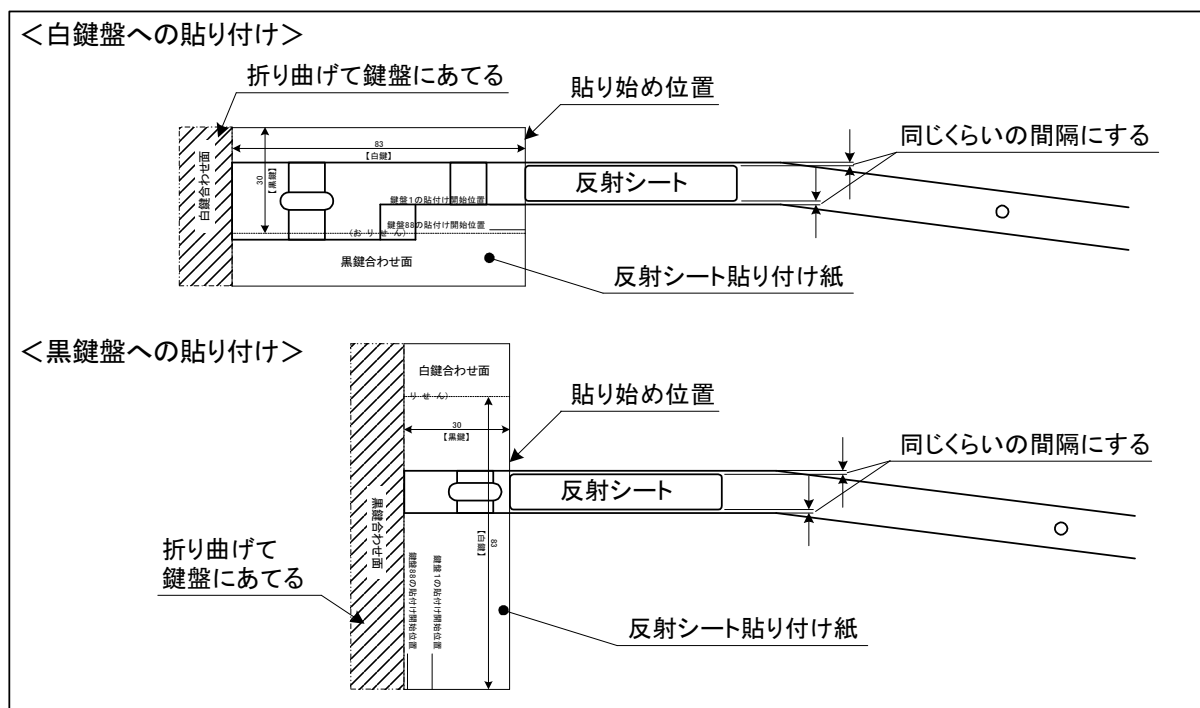
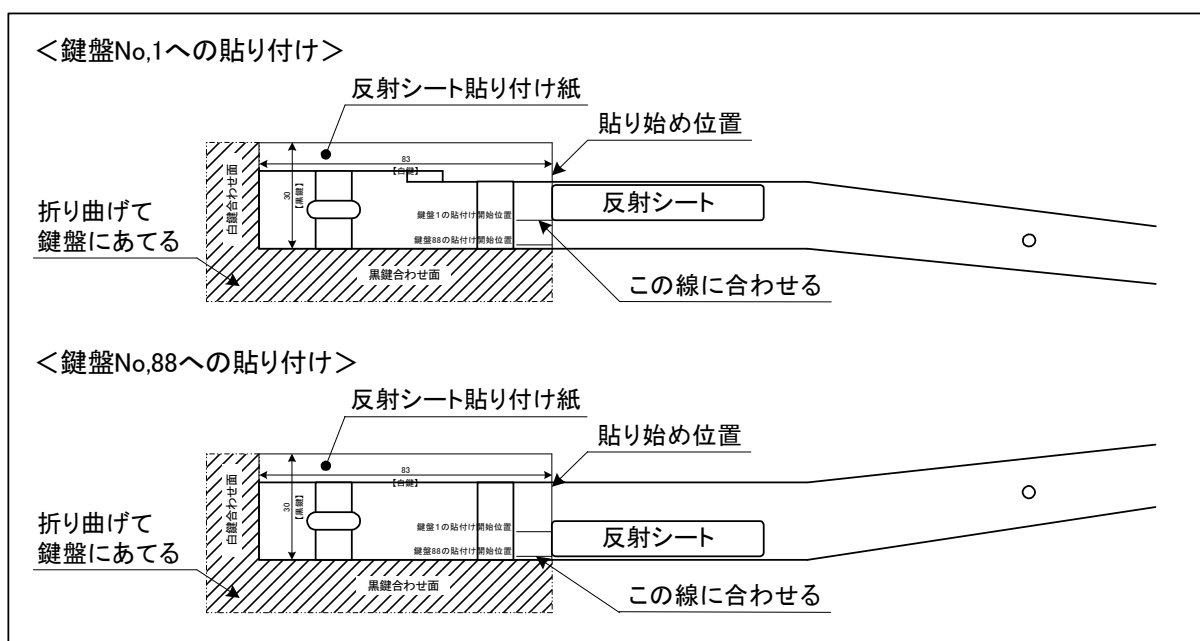

図4.4-7 反射シートの貼り付け
図4.4-8 白鍵No.1とNo.8への貼り付け
- (6) 白鍵盤と黒鍵盤から1本ずつを選び、反射シート貼り付け紙を用いて、反射シートを貼り付ける。反射シート貼り付け紙の白鍵盤は【白鍵合わせ面】、黒鍵盤は【黒鍵合わせ面】をそれぞれに折り曲げ、鍵盤の先端部に当てて、各鍵盤用の間隔を取り貼り付ける。(図4.4-7を参照)尚、鍵盤No.1とNo.88は反射シートを貼る場所の幅が広がっているので、図4.4-8の様に、反射シート貼り付け紙の【白鍵合わせ面】と【黒鍵合わせ面】の両面を折り曲げ、鍵盤の先端部と側面部の両面に当てて、鍵盤先端からと側面の両方向から間隔を取って貼り付ける。
- (7) 反射シートを貼り付けた鍵盤をピアノに取り付け、鍵盤センサーのセンサーと反射シートの位置関係を確認する。反射シートの下にセンサーがある場合は、図4.4-7と図4.4-8の要領で全ての鍵盤に反射シートを貼り付ける。もし、センサーが外れている場合は、センサーに合わせて反射シートの位置を変えて貼り直し、残り全ての鍵盤も同じ位置に貼り付ける。